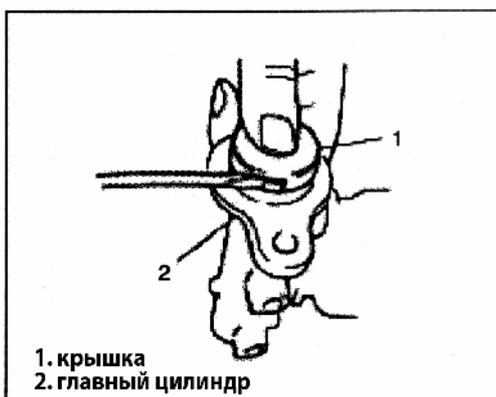

Рис. 691
- 3) Вставьте отвертку между каждой защелкой крышки и снимите крышку (Рис. 691). Удерживайте крышку, поршень главного цилиндра может выпасть в данной точке.